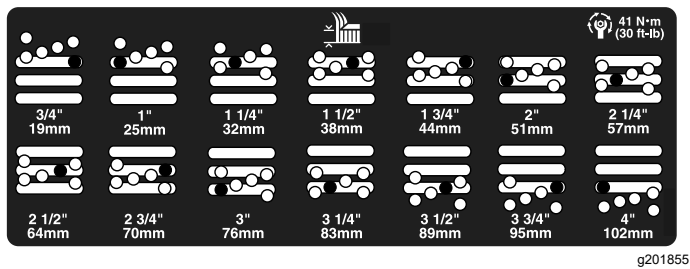

图 21
5. 将切割腔移至所需的剪草高度然后将隔片安装至指定的剪草高度孔和槽图 21。